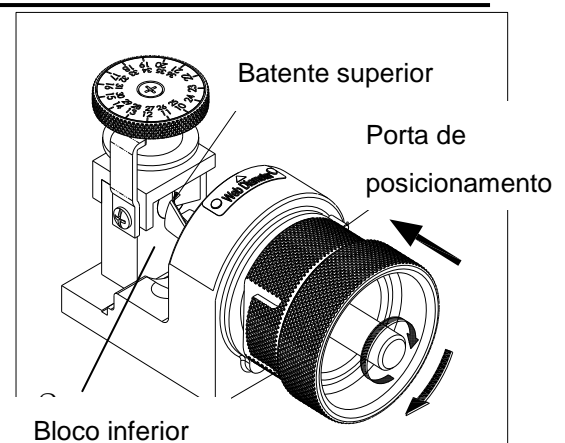

Fig. 6
- Insira o conjunto de mandril pronto na porta de ajuste sem nenhuma folga. Certifique-se de que a Fenda No. 1 esteja alinhada com o pino na porta de ajuste, e gire o conjunto no sentido horário até o final (**Fig. 6**).
- Gire o suporte da pinça no sentido horário para fixar o conjunto do mandril. (**Fig. 6 e 7**)